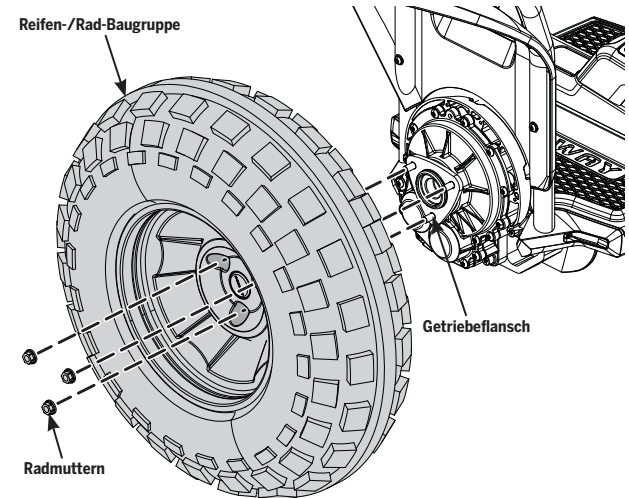

Abbildung 71: Entfernen/Montieren der x2 SE Reifen-/Rad-Baugruppe
3. Lösen Sie die drei Radmutter mithilfe eines 13-mm-Innensechskantschlüssels und entsorgen Sie sie (siehe **Abbildung 71**).
3. Setzen Sie die Reifen-/Rad-Baugruppe auf den Getriebeflansch (siehe **Abbildung 71**).